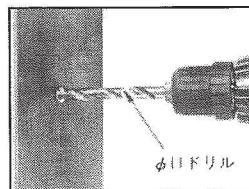

図1
- 穴あけをおこなう被加工物(軟鋼板を中心とし、アルミ板・銅板・黄銅板などにも使用可能です。)に電気ドリルなどにより $\phi 11\text{mm}$ の1次下穴を開けてください。(図1)